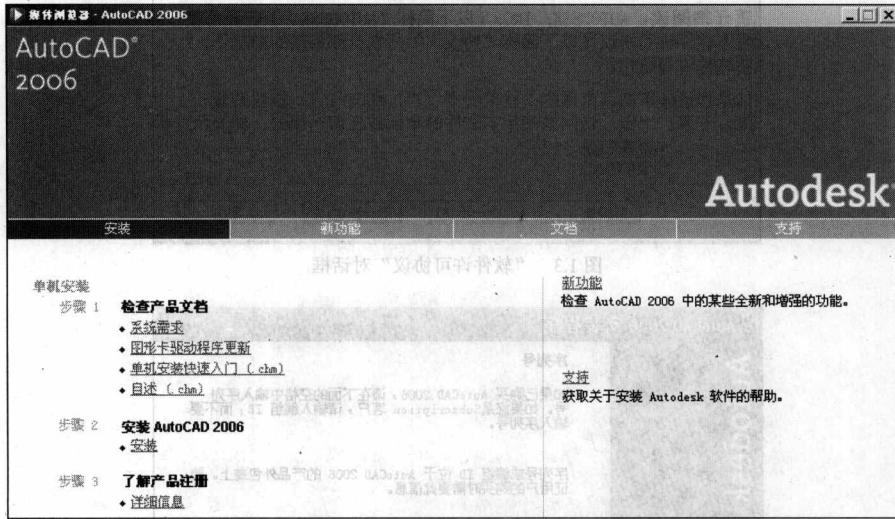

图1.1 AutoCAD 2006的安装界面
① 关闭所有正在打开的Windows应用程序，将AutoCAD 2006的安装光盘插入光驱，在媒体浏览器中，单击“安装”按钮；在“安装”面中，单击“单机安装”超链接，系统将自动运行安装程序，弹出如图1.1所示的安装界面，单击“安装”。